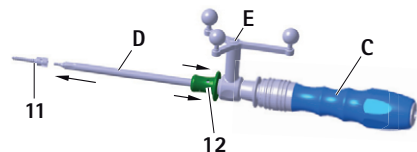

Fig. 9 Lyft upp S⁴C-skraven med S⁴C-skruvmejseln
- Dra tillbaka och håll kvar spärrhylsan 12 på S⁴C-skruvmejseln D, se Fig. 9.